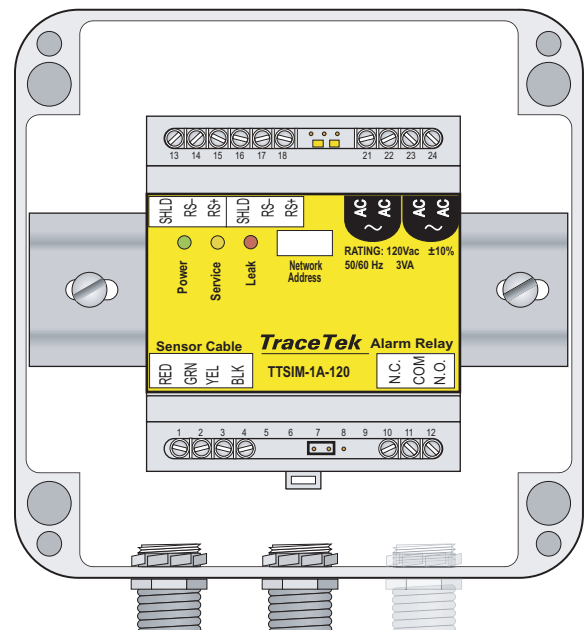

Bild 2 Montage im Gehäuse
Montage TTSIM-1A mit IP 56Gehäuse (optional) (Bild 2)
- Eine typische Installation für den Betrieb unter freiem Himmel oder unter widrigen Umgebungsbedingungen erfordert drei Öffnungen im TTSIM-ENC-Gehäuse: eines für die Zufuhr von Versorgungsspannung und Telemetrie, ein weiteres für die Ableitung von Versorgungsspannung und Telemetrie sowie ein drittes für die Verbindung zum Sensorkabel (siehe Bild 2).